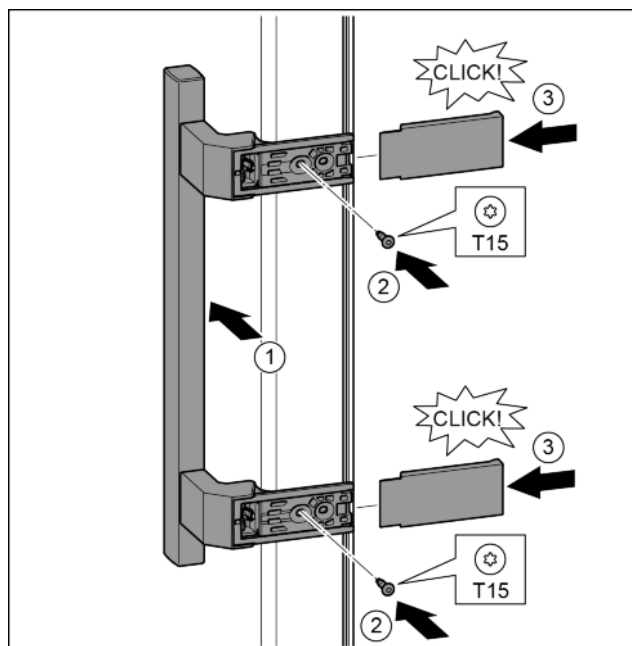

Fig. 21
- Поставете дръжката от другата страна. Fig. 21 (1)
- С отвертка T15 затегнете винтовете. Fig. 21 (2)
- Поставете отстрани капачите и ги нахлузете. Fig. 21 (3)